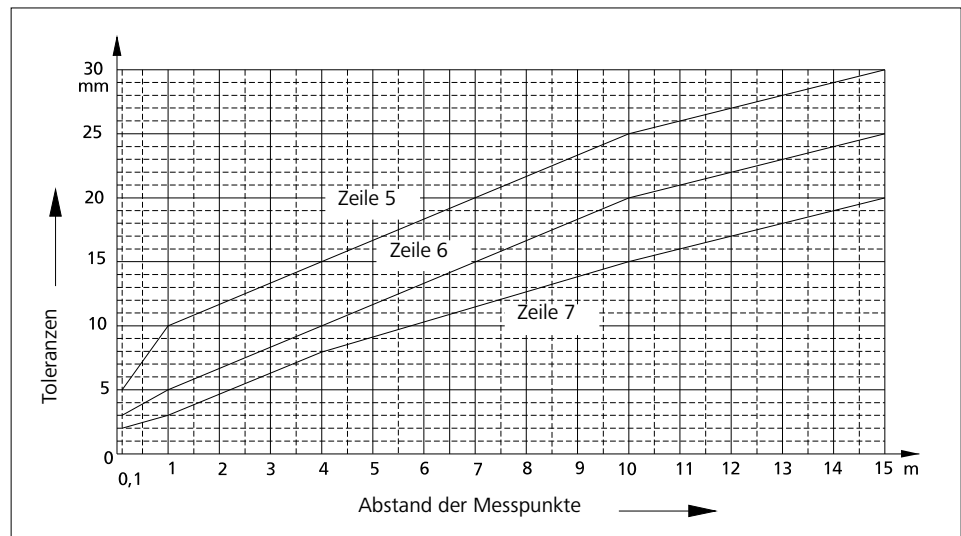

Abb. 28.2
* Zwischenwerte der Abb. 28.2 entnehmen und auf ganze mm runden